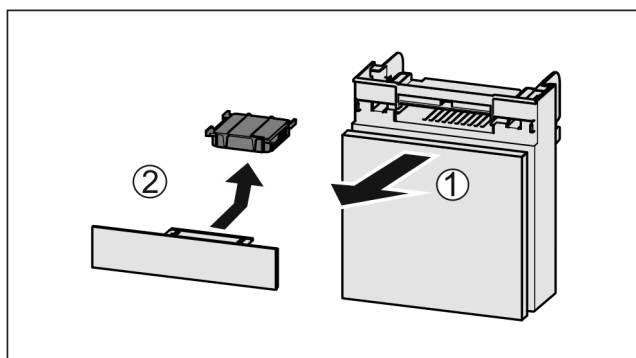

Fig. 59
- ▶ Retire el compartimiento hacia delante Fig. 59 (1).
- ▶ Retire el filtro de carbón activo Fig. 59 (2).